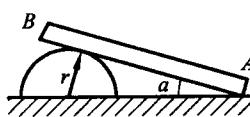

图 2.19
15. 如图 2.19 所示，均质杆 AB 长 $2b$ ，重 P ，放在水平面和半径为 r 的固定圆柱上。设各处摩擦因数都是 f ，试计算杆处于平衡时 a 的最大值。